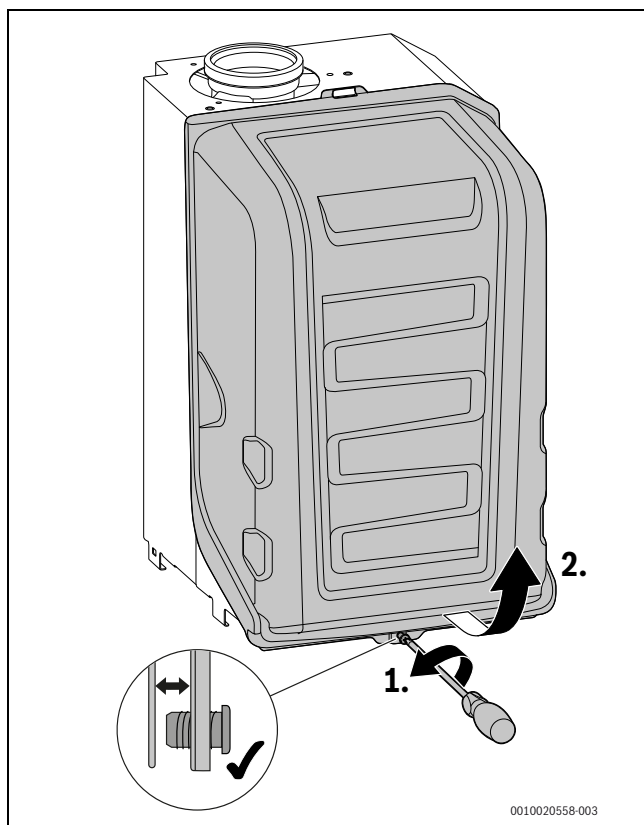

Fig. 128 Retirer le capot du brûleur
- ▶ Retirer le capot du brûleur (→ fig. 128, page 63).